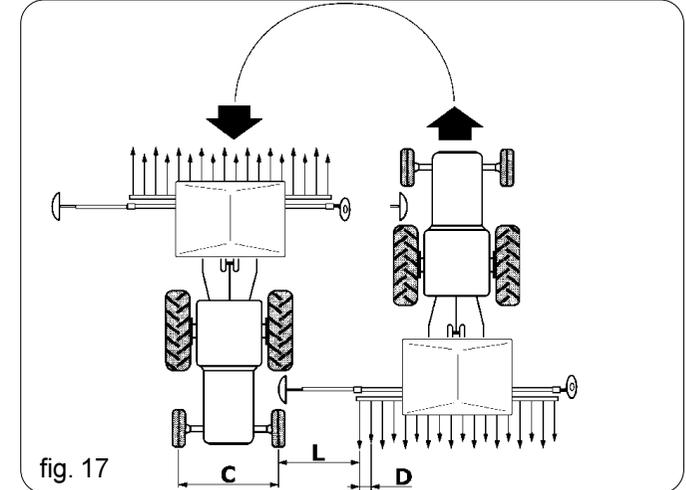

fig. 17
Il marcafile è un dispositivo che traccia una linea di riferimento sul terreno, parallela al tragitto del trattore. Quando il trattore avrà terminato la corsa e invertito la marcia, procederà correndo con una delle due ruote anteriori sulla linea di riferimento (fig. 17). Ad ogni nuova passata la seminatrice dovrà tracciare una linea di riferimento dal lato opposto della passata precedente. L'inversione dei bracci marcafile viene azionato tramite un comando idraulico di cui è provvista la seminatrice.
*The row marker is a machine that traces a reference line parallel to the tracks of the tractor on the ground. When the tractor finishes a row and makes a U-turn, the front wheel will begin the new row through alignment with the line traced in parallel (Fig. 17). The row marker will continue to trace a parallel reference line during its progress down each row. The inversion of the row-marker arms is moved by means of a control on the seeder.*
Der Spurreisser ist eine Vorrichtung, die eine parallel zum Schlepperlauf liegende Bezugslinie auf dem Boden zieht. Wenn der Schlepper seinen Lauf beendet hat und umkehrt wird er mit den Vorderrädern auf der Bezugslinie (Abb. 17) laufen. Bei jedem neuen Durchlauf muß die Sämaschine eine Bezugslinie auf der entgegengesetzten Seite des vorhergehenden Durchlaufs ziehen. Die Inversion der Ausleger der Reihenkennzeichnung wird über eine Steuerung der Maschine selbst ausgelöst.
*Le disque à tracer est un dispositif qui trace une ligne de repère sur le terrain parallèlement au trajet du tracteur. Quand le tracteur a terminé sa course et qu'il fait un demi-tour, il roule avec l'une des roues avant sur la ligne de repère (Fig. 17). L'inversion des bras pour délimiter les rangées est actionnée à l'aide d'une commande qui se trouve sur le semoir.*
El marcador de hileras es un dispositivo que traza una línea de referencia en el terreno, paralela al recorrido del tractor. Cuando el tractor habrá acabado la carrera e invertido la marcha, procederá marchando con una de las ruedas delanteras sobre la línea de referencia (Fig. 17). Tras cada nueva pasada, la sembradora tendrá que trazar una línea de referencia por el lado opuesto al de la pasada anterior. La inversión de los brazos marcadores de filas se acciona mediante un mando con el que está equipada la sembradora.
*See Fig. 17 and observe the following rules for correct row marker arm adjustment:*
Für die korrekte Einstellung der Armlänge muß auf Abb. 17 und auf folgende Regel Bezug genommen werden:
*Pour un réglage correct de la longueur des bras voir Fig. 17 et la règle suivante, où*
Para un ajuste correcto de la longitud de los brazos, hágase referencia a la Fig. 17 y a la regla siguiente: